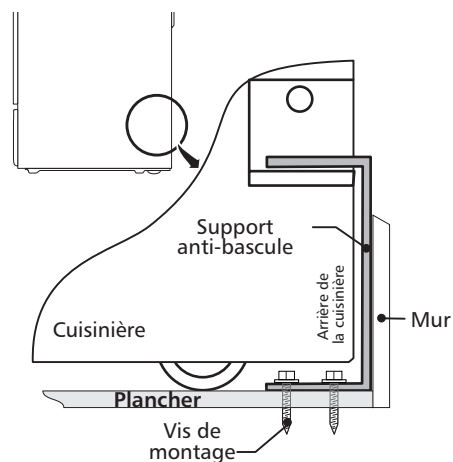

Figure 13
4. Enlevez le gabarit et placez le support anti-bascule sur le plancher. Alignez les trous dans le support anti-bascule avec les trous tracés sur le plancher et fixez avec les 4 vis fournies. Le support anti-bascule doit être fixé sur un plancher solide (Figure 13). Si vous les fixez à un plancher en béton, percez d'abord des trous pilotes de 3/16" (0,48 cm) de diamètre à l'aide d'un foret à maçonnerie.
6. Remplacez la cuisinière en la faisant glisser, en vous assurant que la patte centrale est bien agrippée au support anti-bascule (Figure 13). Abaissez l'appareil en ajustant les vis et les dispositifs de nivellement jusqu'à ce que le dessous de la surface vitrifiée touche à peine le dessus du comptoir. Référez-vous à la section Mise à niveau de la cuisinière.